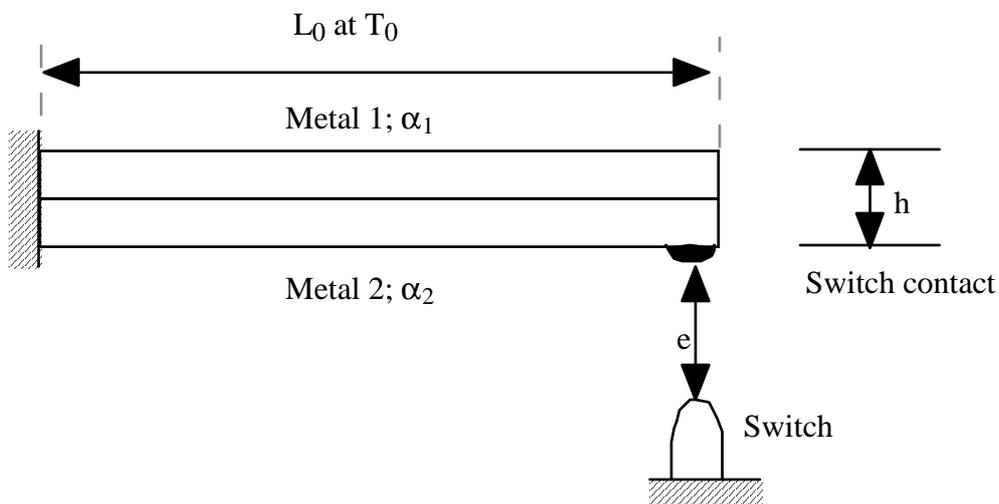

Figure 5.1. Principe de fonctionnement d'une bilame métallique
6. La longueur  $L(T)$  de la bilame métallique à la température  $T$ , est supposée égale à la moyenne des longueurs des deux barres utilisées. Le bouton contrôlant le thermostat est placé à une distance  $e$  en dessous de l'extrémité de la barre, supposée droite à la température  $T_0$  (figure 5.1).